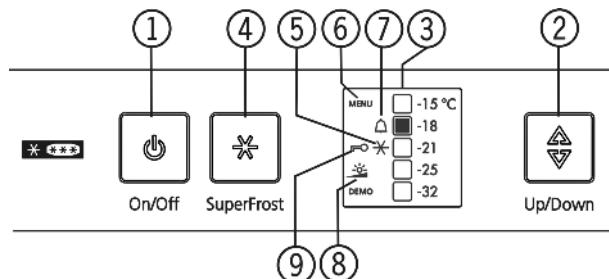

Fig. 3
- Нажать кнопку On/Off Fig. 3 (1).